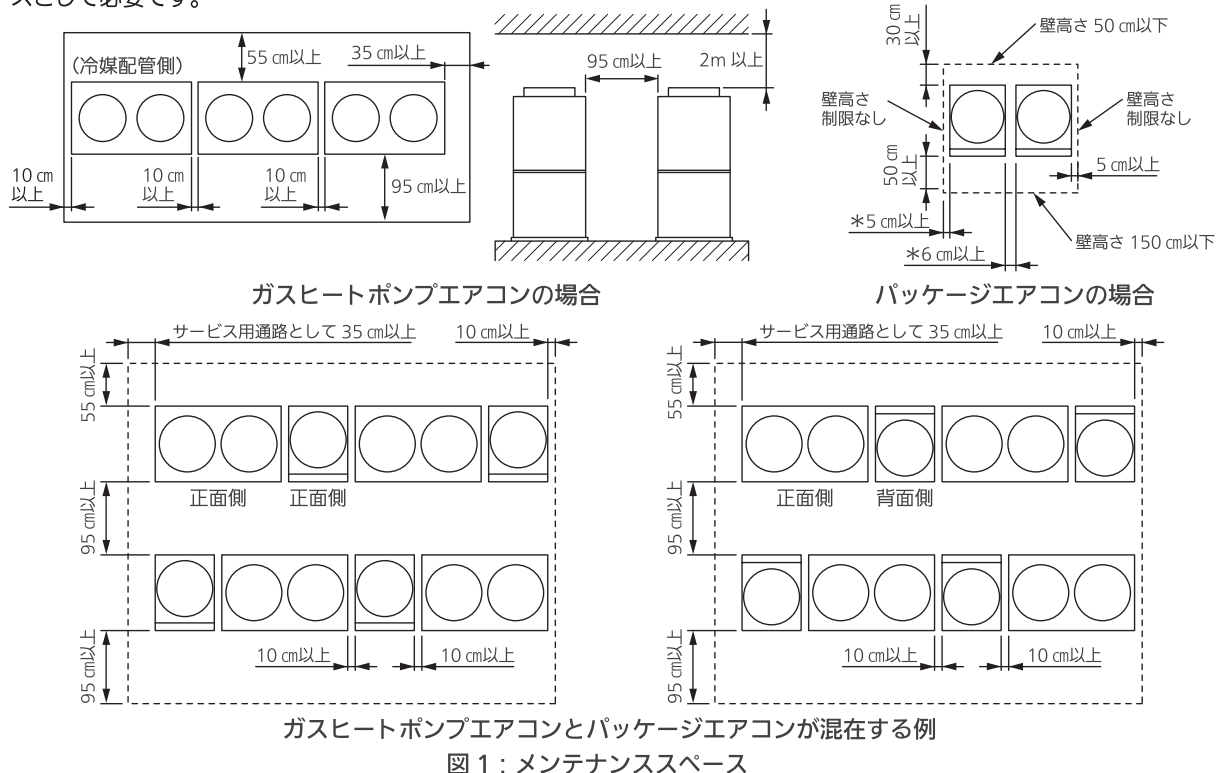
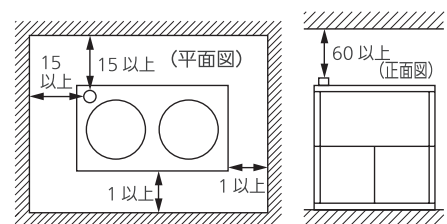

図1：メンテナンススペース
図2：ガスヒートポンプエアコンの可燃物からの離隔距離（cm）
- 室外ユニットの設置にはメンテナンス用にスペースが必要となります。図1を確認し、必ず確保してください。確保されていない場合、メンテナンス作業時等の転倒によるケガの原因になることがあります。
- ガスヒートポンプエアコン室外ユニットと可燃物の距離は図2に定められた離隔距離をとってください。この距離が不足すると火災の原因になることがあります。
- 熱交換を良くするために風通しの良い所を選定してください。メンテナンススペース・可燃物からの離隔距離は、図1、図2に従ってください。風通しの悪い所や室外ユニットを多数設置する場合は、ショートサーキットの無い様十分なスペースを確保してください。